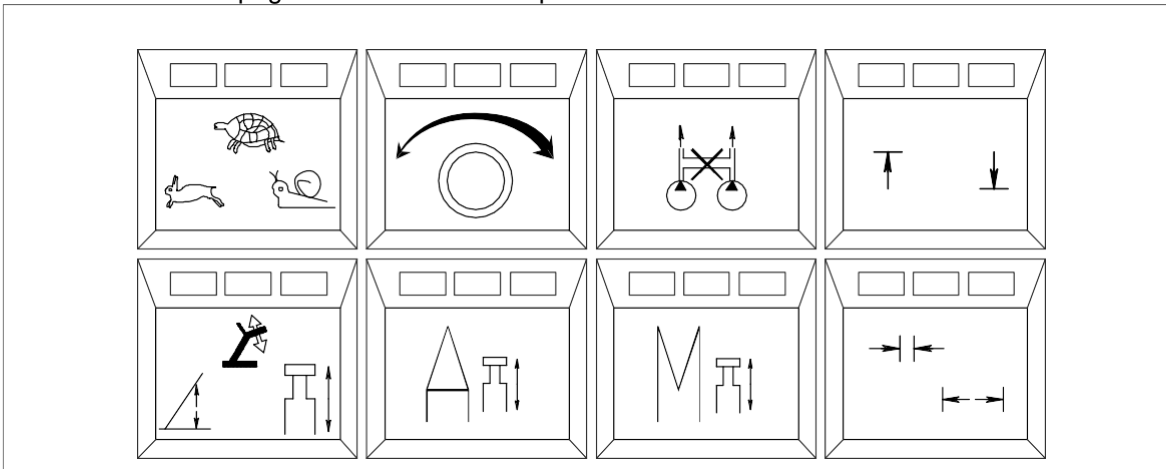

Figura 4-35 Telescopagem automática
- a) Consulte a figura 4-35. Verifique se os pré-requisitos a seguir são atendidos:
- 3) Comute “pré-seleção de grua/telescópio” como mostrado na figura 4-35, foi definido para “telescópio”.
- 4) Ative os interruptores “operação de pino de cilindro” e “operação de pino de cilindro”, como mostrado na figura 4-35, para abrir o pino de cilindro e pino de lança.
- 5) Desative os interruptores “operação de telescopagem automática” e “operação de telescopagem manual”, como mostrado na figura 4-35.
- 6) Ative o interruptor “pré-seleção de velocidade normal/baixa/extremamente baixa” como na figura 4-35 em velocidade normal.
Pressione o interruptor de telescopagem automática no painel de controle (consulte a figura 4-35) para a posição “auto”, isto é, a luz do meio do interruptor acende em vermelho, a telescopagem automática de lança será executada automaticamente, de acordo com a definição do operador.
- d) Desative os interruptores “operação de telescopagem automática” e “operação de telescopagem manual” (consulte a figura 4-35).